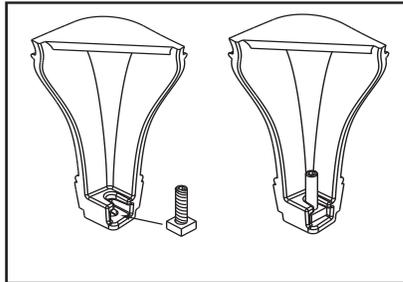

Figure 24.2
2. Introduisez les écrous et boulons assemblés dans les rainures des pieds, les écrous étant placés en bas. **Figure 24.2.** Utilisez une clé de 3,96 mm (5/32 po). Pour monter et descendre les pieds, utilisez une clé Allen de 3,96 mm. **Figure 24.3.**